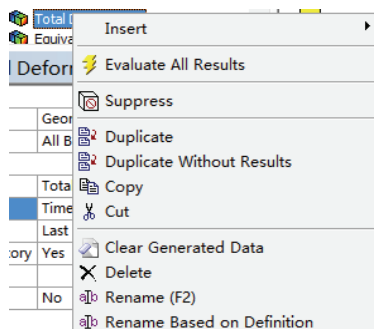
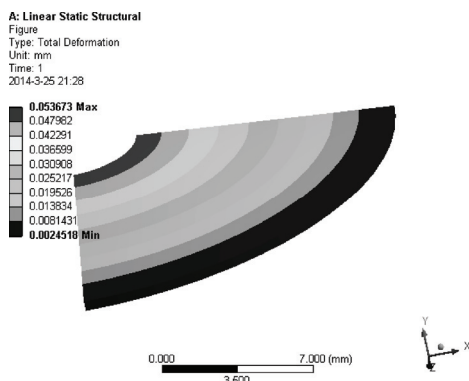

图 7-29 求解变形图
图 7-30 A 项目整体变形的等值线云图
4) 在 Outline 树结构图中的 Total Deformation 上单击右键, 在弹出的快捷菜单中选择 Evaluate All Results, 如图 7-29 所示。此时进行求解, 求解后得到的图形如图 7-30 所示。